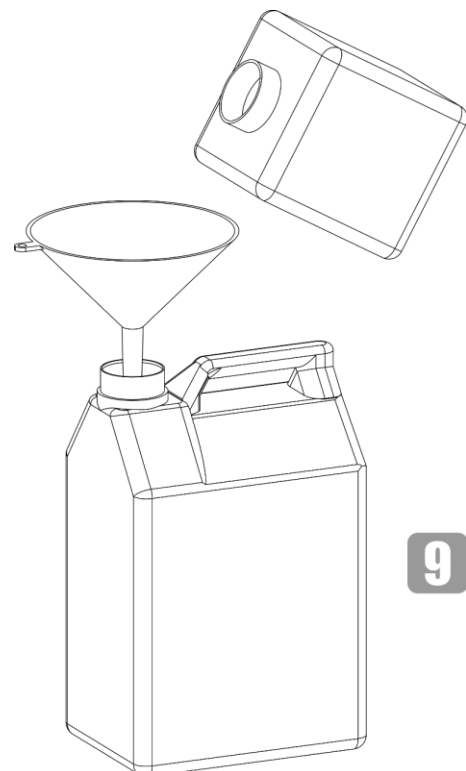

Abb. 28
- 09) Füllen Sie die Nebelflüssigkeit mit einem Trichter aus dem Behälter in den Originalkanister (Abb. 28).